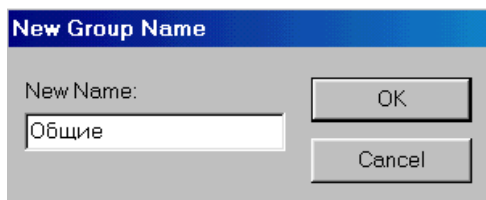

Рис. 6-39. Задание имени группы
7) Задайте имя новой группы, набрав на панели **New Group Name** (имя новой группы) **Общие** (см. рис. 6-39).